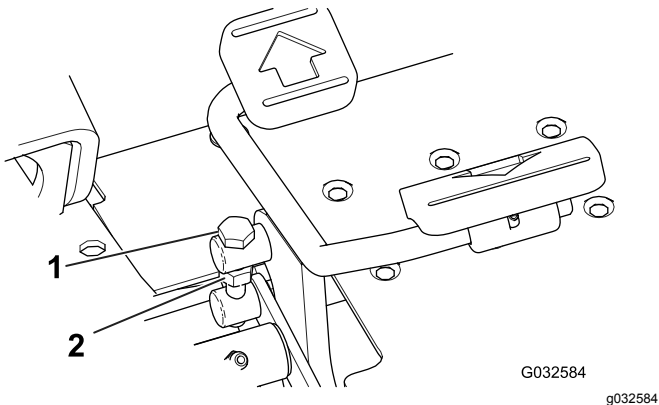

Figure 45
1. Desserrez l'écrou de blocage sur le boulon de tourillon sur le côté de la pédale de déplacement (Figure 45).